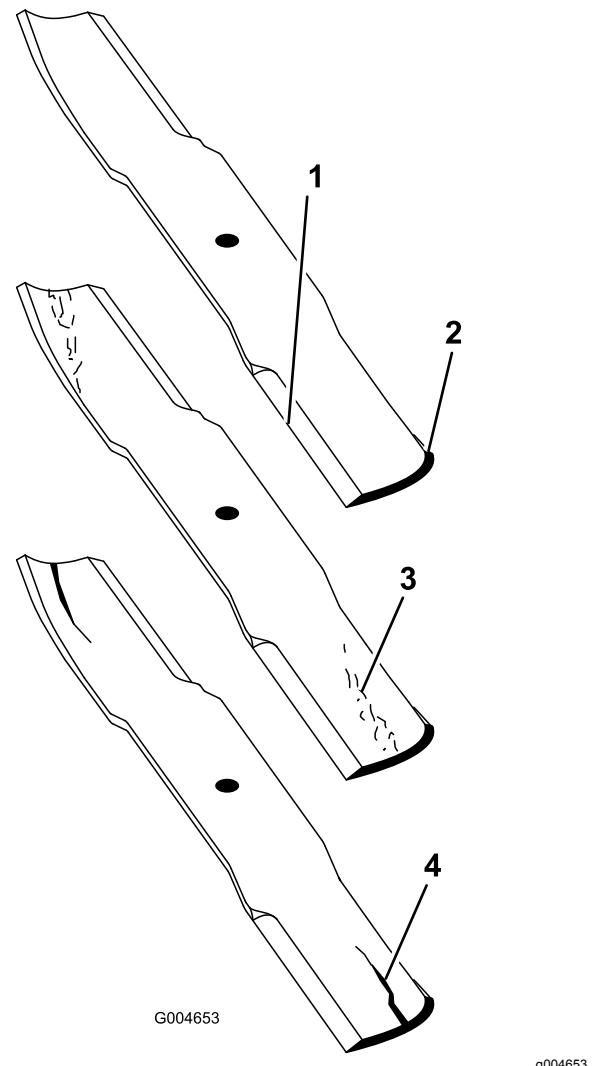

Bild 30
- Prüfen Sie die Schnittkanten des Messers sorgfältig, insbesondere dort, wo die geraden Flächen die gebogenen berühren (Bild 30).
feststellen (Bild 30), sollten Sie das Messer auswechseln.